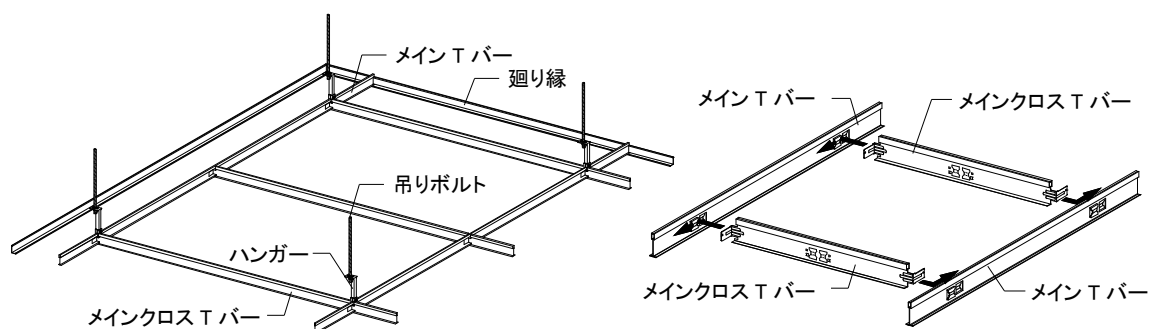

図2-4-3 Tバーの取付け③(メインクロスTバー設置)
③メインクロスTバーをメインTバーにジョイントする。設置時は以下の点に留意すること。
- 1) メインTバーのジョイント孔(メイン孔)にメインクロスTバー端部のジョイントツメをスライドさせて差し込む。(図2-4-3 参照)